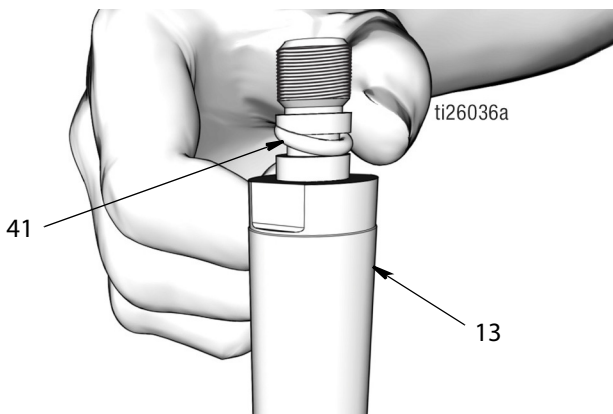

Рис. 47
**ПРИМЕЧАНИЕ:** Не допускается зажимание штока поршня (13) в тисках.
- Используйте чистую салфетку для обтирания штока поршня (13) и поршня (6), и для удаления любой грязи или загрязняющих веществ. Осмотрите поверхности на отсутствие любых царапин или повреждения. Замените поврежденные детали.
- Нанесите тонкий слой консистентной смазки на уплотнительное кольцо (41). Установите уплотнительное кольцо круглого сечения над пазами поршневого штока (13) (Рис. 47).
**ПРИМЕЧАНИЕ:** При необходимости, можно использовать пинцет для облегчения посадки уплотнительного кольца круглого сечения над пазами поршневого штока (13).